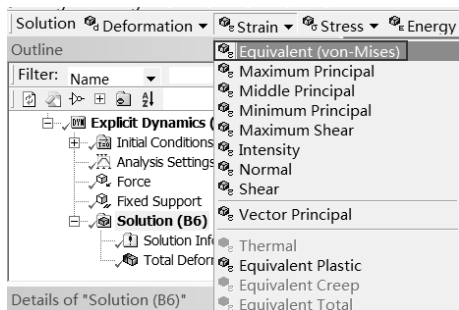

图 11-32 添加应变
Step5: 选择 Solution 工具栏中的 Strain (应变) Equivalent (von-Mises) (等效应变) 命令, 如图 11-32 所示, 此时在分析树中会出现 Equivalent (von-Mises) (等效应变) 选项。